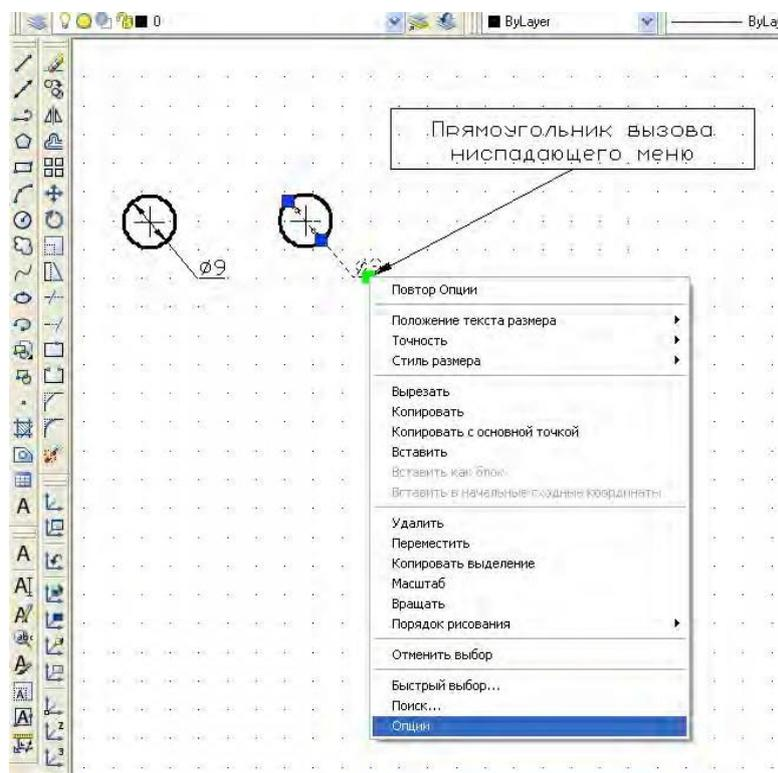

Рис. 6.1
- нажав правой кнопкой мыши на появившийся прямоугольник вызова, вызвать ниспадающее меню, в котором выбрать раздел «**Properties**» «**Опции**» (рис. 6.1);